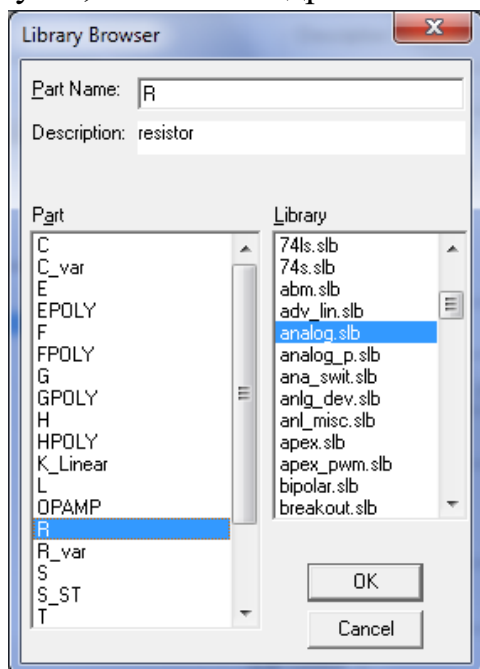

Рис. 12.7 Діалогове вікно **Library**
6) Відкрийте вікно **Library Browser** (Перегляд бібліотек), показане на рис. 12.7, натиснувши по кнопці **Libraries..** (Бібліотеки..) в будь-якому з двох вікон перегляду компонентів. Потім в правій частині вікна **Library Browser** активізуйте бібліотеку **analog.slb**, натиснувши по її назві. У лівій частині вікна, яка має заголовок **Part** (Компонент), з'явиться вміст цієї бібліотеки. Виберіть букву **R** (Резистори) і повернетеся назад до вікна **Part Browser**, натиснувши по кнопці **OK**.